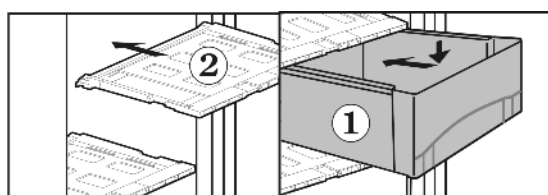

Рис. 20
- ▶ Вставьте крышку ящика Рис. 20 (2): вставьте перемычку крышки ящика снизу в нижние держатели и зафиксируйте их спереди.
- ▶ Поставьте ящик Рис. 20 (1) на направляющие и вставляйте до тех пор, пока ящик не зайдет в зацепление.